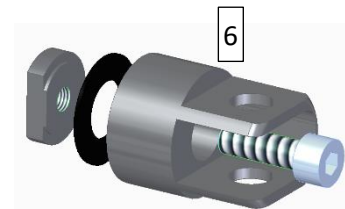

Abbildung 1
Zunächst erfolgt die Montage der vier Halterungen in dem jeweils oberen Loch der Scharniere. Hierzu werden jeweils die Lackschutz-Moosgummi-Zuschnitte auf die Halter (6) geklebt und dann mit den Zylinderkopfschrauben M8x25mm und den Sondermuttern verschraubt (Anzugsdrehmoment 20Nm – Abb. 1). Zur Sicherung aller Schrauben muss Schraubensicherungslack auf den Gewinden angebracht werden!